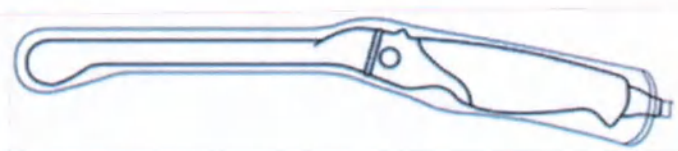

Рис. 12-21. Использование оболочки датчика
- Расположите оболочку датчика, заполненную гелем, на передней поверхности датчика и наденьте ее на корпус датчика так, чтобы регулятор датчика был полностью покрыт оболочкой, как показано на Рис. 12-21.